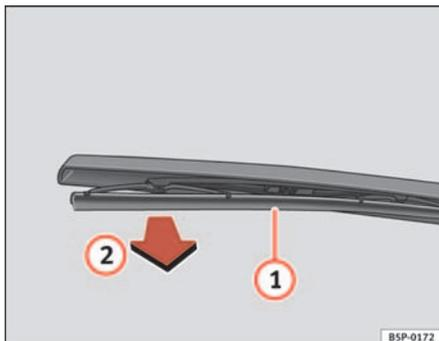

Fig. 166 Cambio de la escobilla del limpiaviento
- Separe el brazo del limpiaviento de la luneta ⇒ fig. 166
- Desenclipe la escobilla ① y tire de ella ②. ⇒ fig. 166